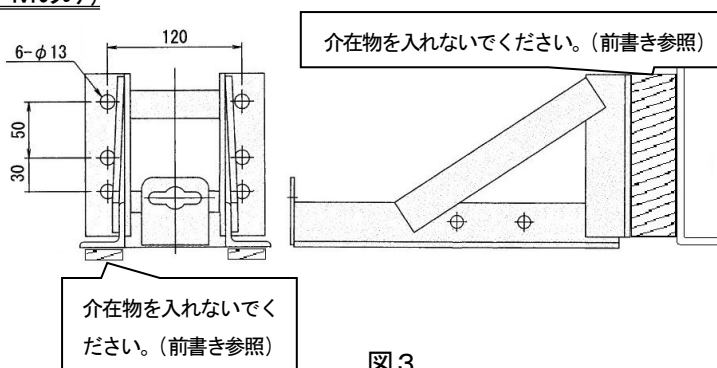

図3
- また、取付ブラケットとシャシーフレームとの間にはスペーサーや他のブラケットなどの介在物を入れないでください。(図3) (前書き参照)
- \* 取付穴は6箇所ありますが、中と下の組み合わせ(上下のピッチが30mm)にならないようにしてください。(図3)